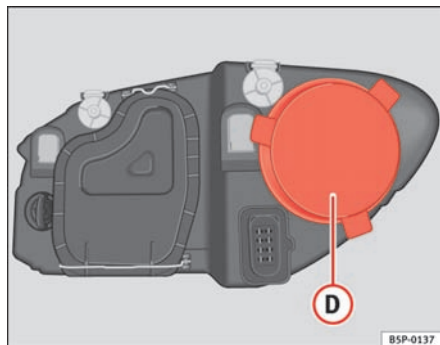

Fig. 185 Positionsllys
- Fjern afdækningen ⇒ fig. 185 **D** ved at trække i den.